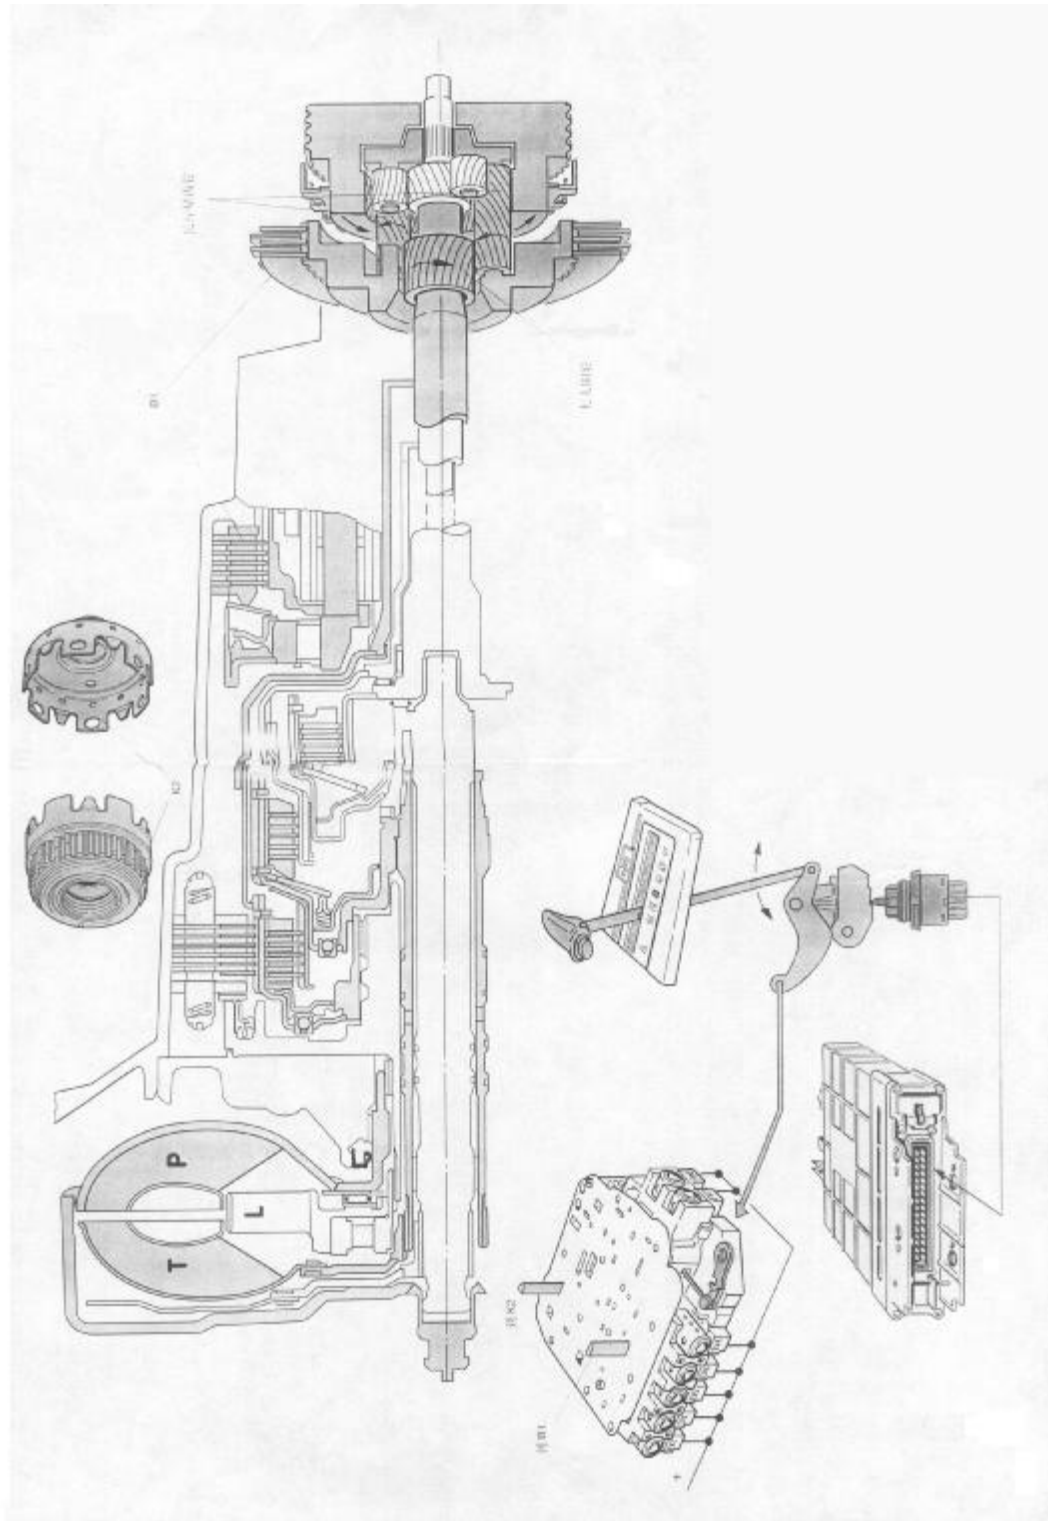

图 7-13 换挡杆位于“R”档动力传递路径
(7) 换挡杆位于“R”档，通过阀体中的手动阀门，供给片式离合器 K2 和片式制动器 B1 压力，片式离合器 K2 驱动大太阳轮，片式制动器 B1 使行星齿轮架锁止，其它的控制功能都是被切断的。其动力传递路径为：泵轮→涡轮→涡轮轴→片式离合器 K2→大太阳轮→长行星齿轮驱动齿圈，如图 7-13 所示。